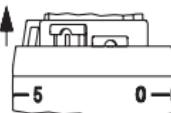

Fig. 6
1. Far scorrere le clip di limitazione dalla "posizione di sicura" (tra il numero di impostazione "5" e "0", Fig. 6) con un l'aiuto di un attrezzo idoneo o un perno.